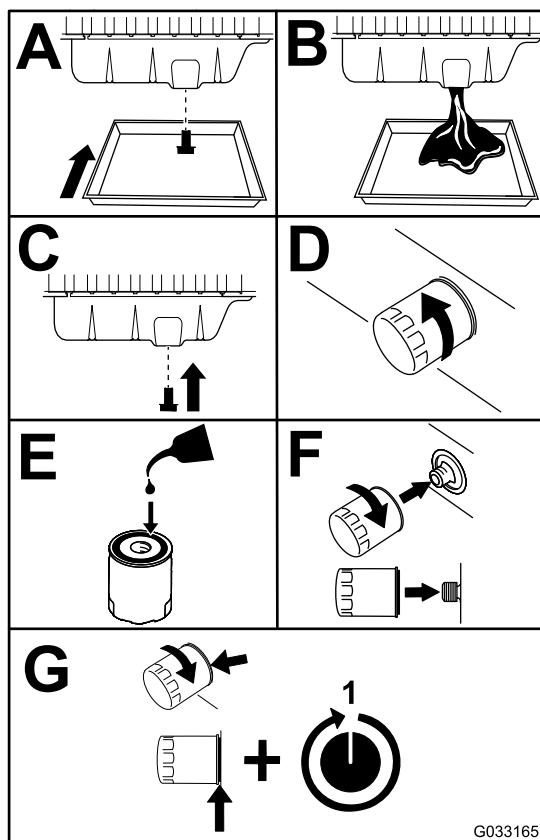

Figura 55
3. Sostituite l'olio motore e il filtro (Figura 55).